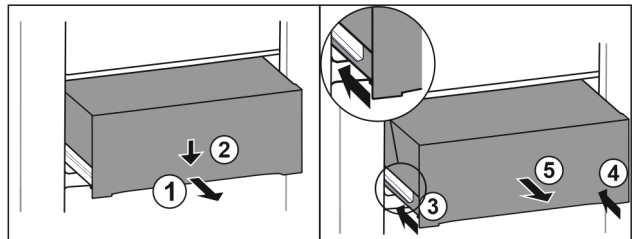

Fig. 162
- Schubfach halb herausziehen. Fig. 162 (1)
- Schubfach an der Vorderseite nach unten drücken. Fig. 162 (2)
- Linke Schiene etwa 2 cm einschieben. Fig. 162 (3)
- Rechte Schiene etwa 2 cm einschieben. Fig. 162 (4)
- Schubfach nach vorne entnehmen. Fig. 162 (5)